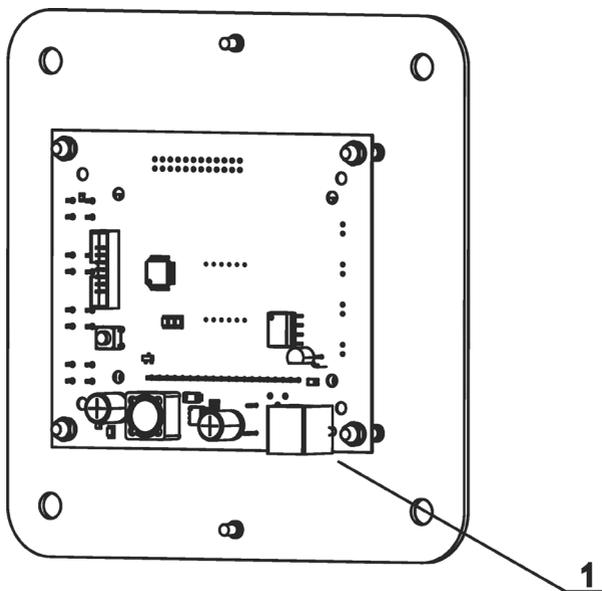

Рисунок 10. Панель управления Comfort AIR+
- В розетку XP1 платы панели управления подключить один из разъёмов межблочного кабеля (**рис.10, поз.1**)